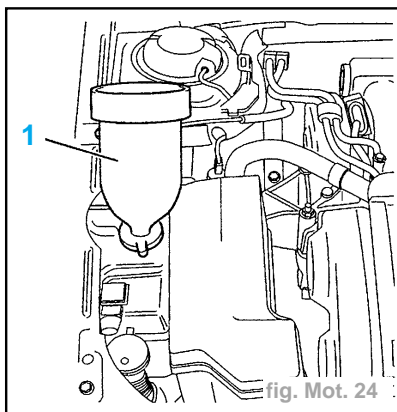

fig. Mot. 24
- Monter sur l'orifice de remplissage, le cylindre de charge (1) (réf. 173) (fig. Mot. 24).